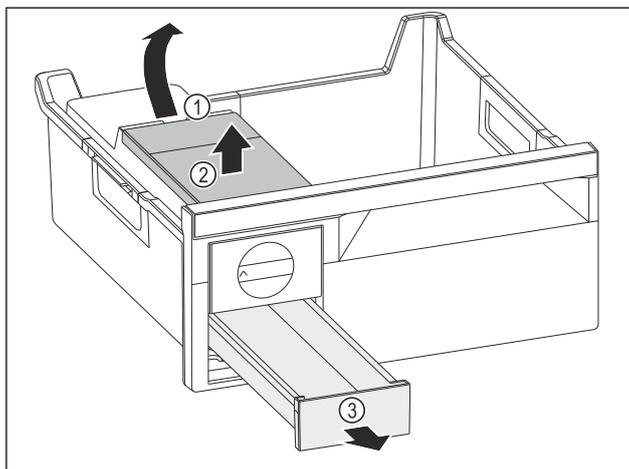

Fig. 142
- ▶ Вийняти бак для води: підняти бак для води за заглиблення Fig. 142 (1).
- ▶ Вийняти бак для води Fig. 142 (2) рухом вгору.
- ▶ Вийняти висувний ящик для кубиків льоду Fig. 142 (3) рухом вперед.